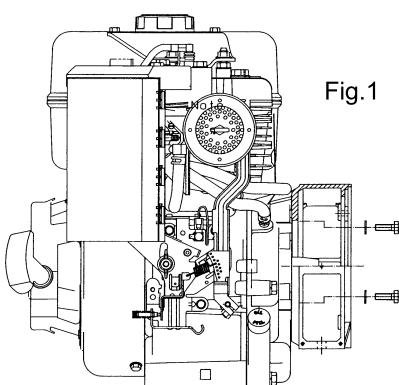

Fig.1
-) mount the front cover on the motor, fixing it with the appropriate screws and applying a tightening torque of $48\pm7\%$ Nm if using M10 screws or $21\pm7\%$ Nm for M8 screws (figure 1)
| -) monter le couvercle avant sur le moteur en le fixant avec les vis prévues à cet effet et en appliquant un couple de serrage de $48\pm7\%$ Nm si on utilise des vis M10 ou de $21\pm7\%$ Nm en cas de vis M8 (figure 1) | -) den vorderen Deckel auf den Motor setzen und ihn mit Hilfe der entsprechenden Schrauben und einem Anzugsmoment von $48\pm7\%$ festziehen, wenn Schrauben M10 verwendet werden, oder aber mit einem Anzugsmoment von $21\pm7\%$ Nm bei Verwendung von Schrauben M8 (Abbildung 1) | -) monte la tapa anterior encima del motor sujetándola con sus tornillos y aplicando un par de torque de $48\pm7\%$ Nm si utiliza tornillos M10, o de $21\pm7\%$ Nm si utiliza tornillos M8 (fig. 1) |